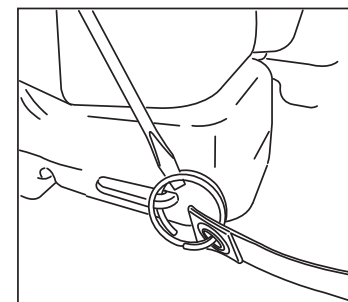

Figura 4.
4. Use un desatornillador plano para extender los anillos en el extremo de las correas para hombros. Inserte los anillos en los orificios de las pestañas en la base del tanque. Gire el anillo hasta que pase completamente a través de los orificios. Asegúrese de que las correas no estén torcidas. **Ver la Figura 4.**